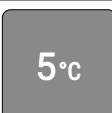

Fig. 3
- ▶ Touchbutton nach Abbildung 3 Sekunden lang berühren, bis Bestätigungston ertönt.